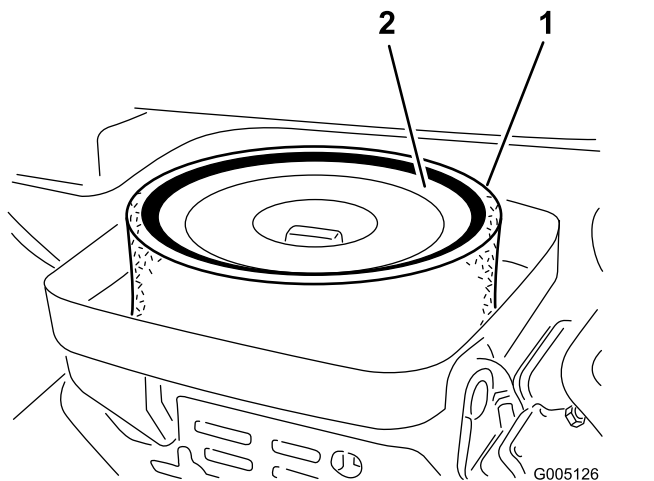

図 26
- エレメントをエアクリーナに固定している蝶ナットを外す 図 26。
- スポンジ 図 26 を点検し、汚れていればペーパーエレメントから外す。以下の要領で丁寧に清掃してください